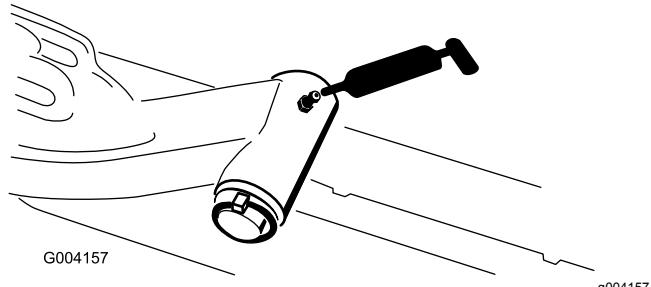

Bild 39
- Hubarmgelenkwelle (1 Stück) (Bild 39)